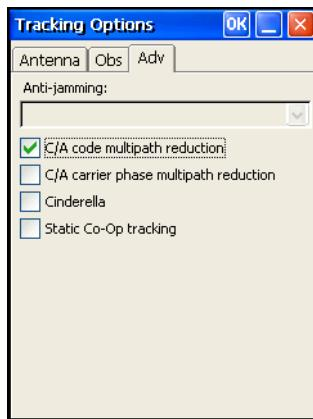

Рис. 3-14. Настройка дополнительных параметров
10. Выберите вкладку *Advanced*. Задайте следующие параметры и нажмите **OK** (Рис. 3-14 на стр. 3-15).